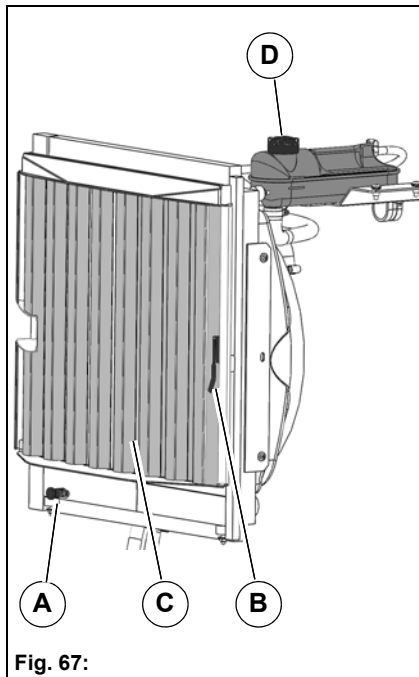

Fig. 67:
2. Placer un bac de récupération (capacité min. 10 litres) sous la soupape de vidange **Fig. 67-A**.
3. Ouvrir le dispositif de verrouillage **Fig. 67-B** et retirer la plaque de recouvrement **Fig. 67-C**.
5. Fermer la soupape de vidange et dévisser le bouchon **Fig. 67-D**.